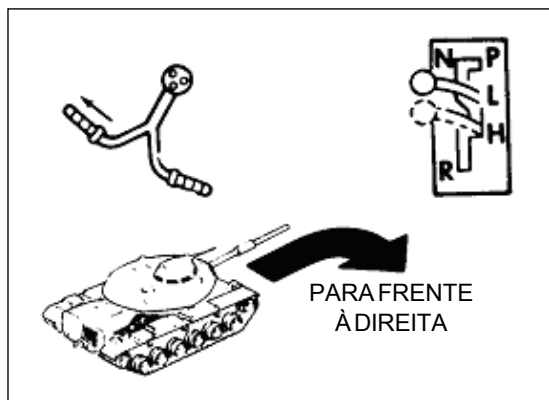

Fig 11-8. Curva para frente à direita
b. Para girar para direita (Fig 11-8), enquanto o carro está se movendo para frente e tem a alavanca seletora de marchas em L (baixa) ou H (alta), empurrar o punho esquerdo do volante para a esquerda.